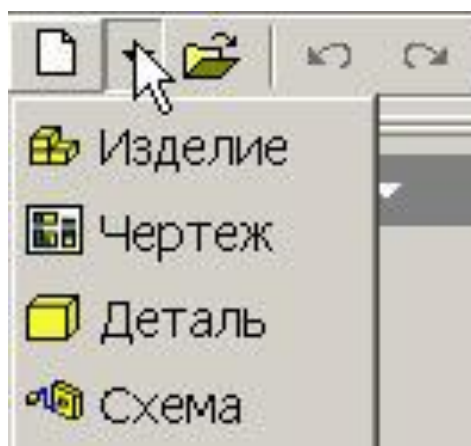

Рис. 14. Загрузка файла шаблона из панели быстрого доступа
- через иконку **Создать**  панели быстрого доступа (рис. 14);